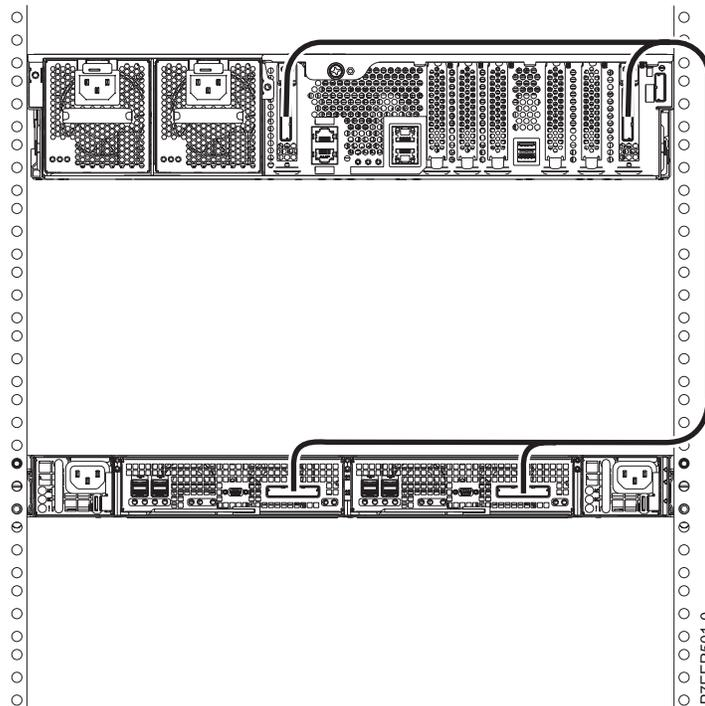

Figura 45. Un Alojamiento de almacenamiento PCIe de EDR1 conectado a un sistema 8246-L2T mediante dos adaptadores PCIe2 GX++ FC EJ0H y dos cables PCIe
La Figura 45 muestra un ejemplo de conexión de un Alojamiento de almacenamiento PCIe de EDR1 a un sistema 8246-L2T mediante dos adaptadores PCIe2 GX++ con el código de característica (FC) EJ0H y dos cables PCIe.